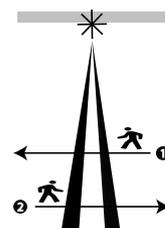

Figure 10 :
Direction de l'alarme	Définissez la direction de la détection. La fonction de direction de l'alarme peut diviser par deux, voire plus, le risque de fausses alarmes lorsque le détecteur protège une porte ou un portail. Avec cette fonction, l'appareil fait la différence entre les résidents qui sortent du bâtiment et les intrus qui pénètrent dans les locaux. Remarque : cette fonctionnalité n'est disponible que sur les centrales PowerMaster version 20.2 et supérieure. Options : Les deux (par défaut), De gauche à droite , De droite à gauche .  Voir Figure 10 pour un schéma du sens de l'alarme. Dans la Figure 10, le Numéro 1 illustre un schéma de détection De droite à gauche , et le Numéro 2, un schéma de détection De gauche à droite . Les directions depuis la gauche et depuis la droite s'entendent par rapport à la position de l'installateur lorsqu'il observe le détecteur une fois fixé.
5. Lorsque vous obtenez un signal bon ou fort, répétez la procédure depuis l'autre direction. Voir Figure 10.